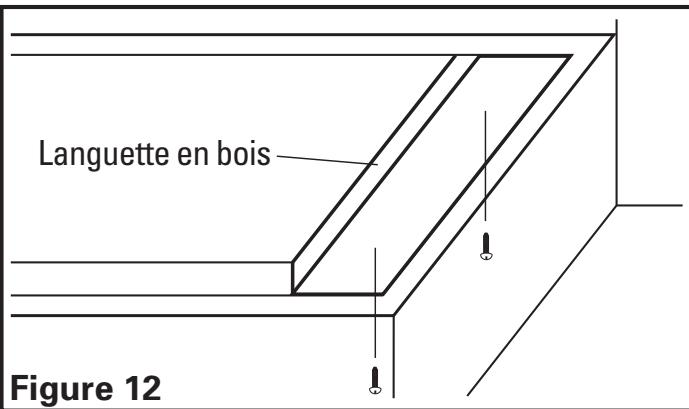

Figure 12
- Si le couvert sera installé sous des armoires qui ont un fond en retrait, il sera nécessaire d'installer des bandes de montage en bois (non-comprises) pour que le couvert s'installe adéquatement (Figure 12).